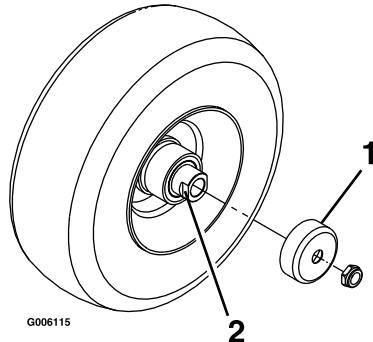

Рисунок 39
- Снимите ограждения уплотнений со ступицы колеса (Рисунок 39).